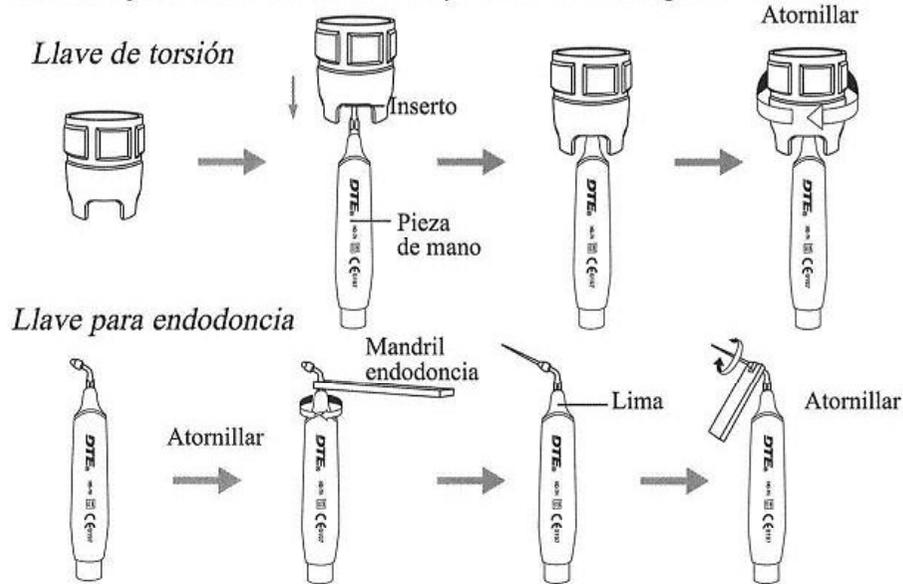

Figura 5
2.2 Función endodoncia (E)
- a) Fijar el mandril para endodencias a la pieza mediante la llave para endodencias. Atornillar al máximo. (Véase figura 5).
- e) Pulsar el interruptor de opción, cambiar a la función de endodoncia (E).